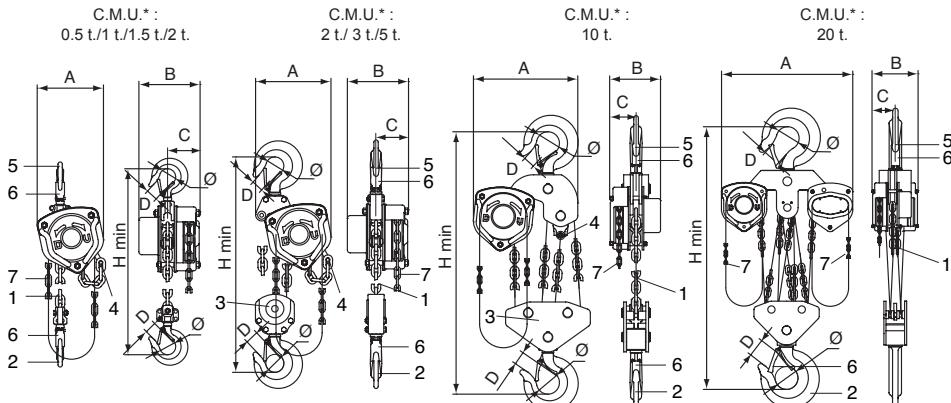
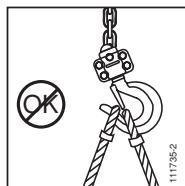

Fig. 1
Fig. 2
A talha tralift™ é fornecida equipada com uma corrente de elevação (item 1, fig. 1) e uma corrente de manobra (item 7, fig. 1) compatíveis para uma altura standard de elevação de 3 m.
A corrente de elevação é constituída por um ou vários troços (ver §2 especificações técnicas) tendo na extremidade do lado da carga um gancho de elevação (item 2, fig. 1) e, na outra extremidade (lado do troço fruxo), a corrente de elevação está fixada a um batente de fim de curso inferior (item 4, fig. 1) ele próprio fixado ao aparelho.
3. Verificar o bom estado dos ganchos (item 2, fig. 1) e dos linguetes de segurança (item 6, fig. 1).
4. Verificar se a extremidade da corrente de elevação do lado troço frioso está fixada no batente de fim de curso inferior do aparelho (item 4, fig. 1).
1. Verificar se a talha tralift™ está correctamente suspensa no gancho de suspensão (item 5, fig. 1) e se o linguete de segurança do gancho (item 6, fig. 1) está bem fechado (ver fig. 2 e 3).
1. Se o acessório de fixação da carga assenta no fundo do gancho e não impede o fecho do linguete de segurança (ver fig. 2 e 3).